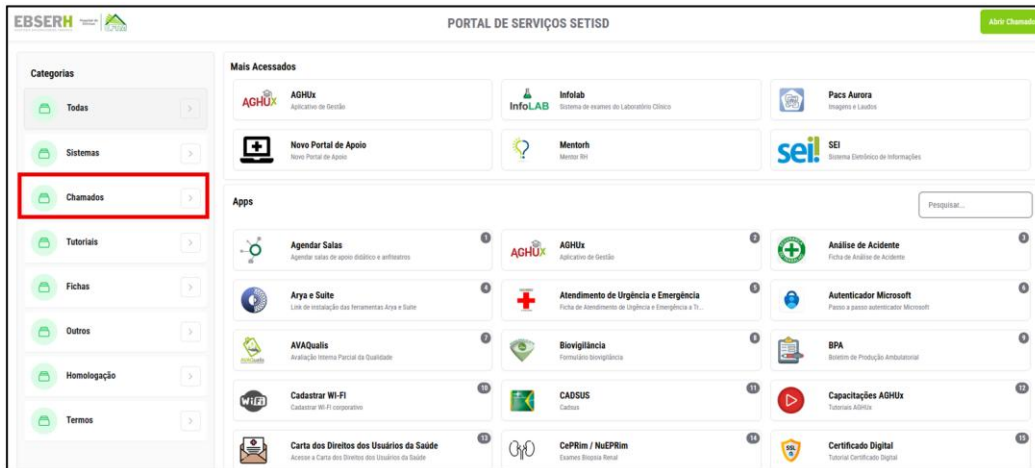

Figura 1- Portal de Serviços do HC-UFTM
- Acessar o Portal de Serviços do HC-UFTM (figura 1);